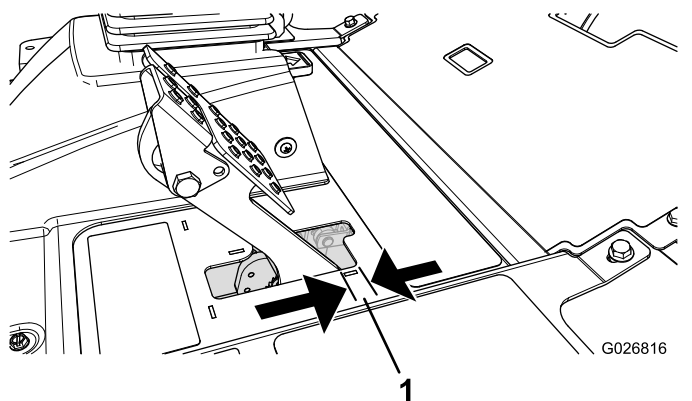

Figura 63
Ajuste los frenos si el pedal de freno tiene más de 2,5 cm de holgura (Figura 63), o cuando se necesite más fuerza para frenar. La holgura es la distancia que recorre el pedal de freno antes de notarse una resistencia de frenado.
2. Apriete la tuerca trasera para mover el cable hacia atrás hasta que los pedales de freno tengan una holgura de 0,63–1,27 cm (Figura 63) antes de que se bloquee la rueda.